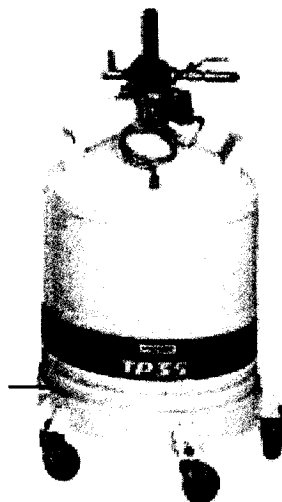

Рис. 67. Внешний вид TP35.
- Внешний вид устройства приведен на Рис. 67.